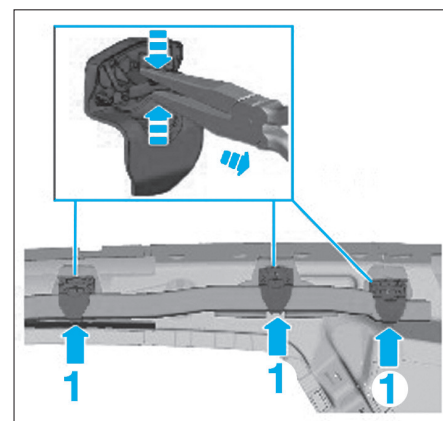

Fig. 12
- Si équipé, déposer les agrafes (1) (Fig.12).